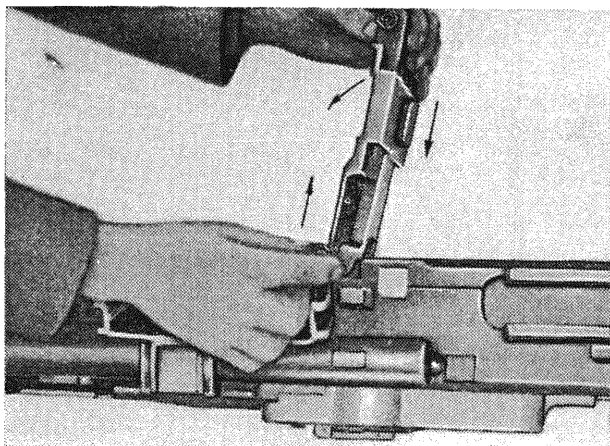

Рис. 89
20. Поставить крышку приемника на коробку, для чего надеть ее на передние ушки коробки под углом 90° и вставить ось крышки приемника в ушко крышки приемника. Затем закрыть крышку приемника, поставив ее на фиксаторы крышки приемника (рис. 89).